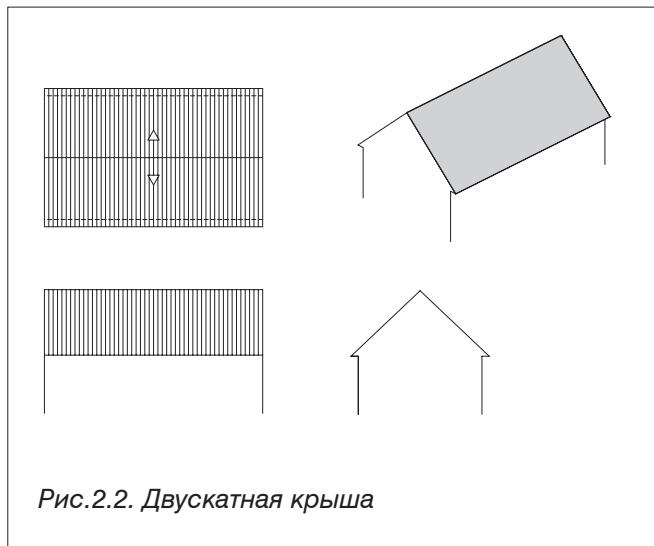

Рис.2.2. Двускатная крыша
- **Двускатная крыша** (рис.2.2.) состоит из двух плоскостей опирающихся на стены, расположенные на одном уровне. Она ограничена перпендикулярно стоящими фронтонными стенами, которые имеют вид треугольника.